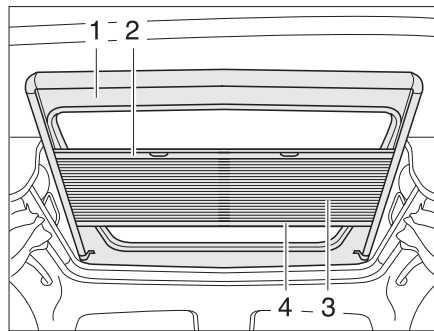

Fig. 56 Tragaluz
El estor plegable (Fig. 56,3) está unido fijamente con la protección contra insectos (Fig. 56,1).
- Coger el estor plegable por el centro de la tablilla final (Fig. 56,4) y tirar con cuidado hacia abajo.
- Regresar el estor plegable lentamente a su posición por la tablilla final (Fig. 56,4).
- Detener el centro de la tablilla final (Fig. 56,2) de la protección contra insectos y tirar con cuidado completamente hacia abajo.
- Regresar la protección contra insectos lentamente a su posición por la tablilla final del estor plegable (Fig. 56,4).